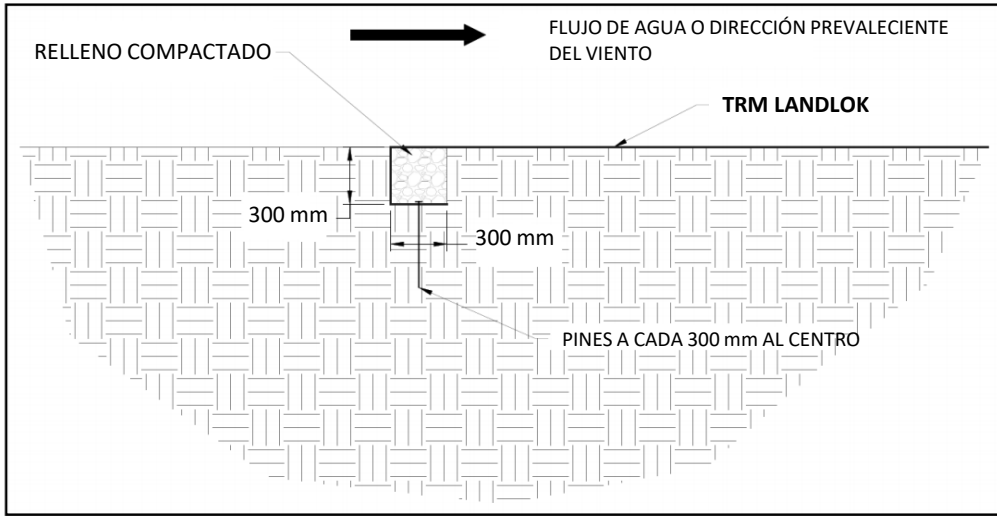

Figura 3: Zanja de terminación de canal (TC)
5. Excave una zanja de Terminación de Canal (TC) de un mínimo de 300 mm x 300 mm a través del canal en el extremo aguas arriba del proyecto (Figura 3). Pudiera requerirse una armadura rígida y/o una zanja TC más profunda para canales que tengan posibilidades de socavación.